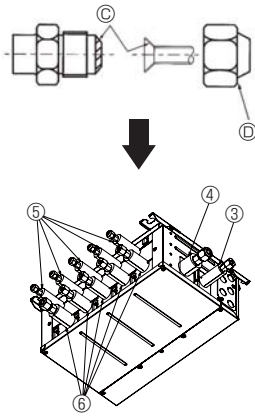

Fig. 7-2
- ⓐ Aplique aceite de refrigeración a la totalidad de la superficie abocardada (Fig. 7-2).